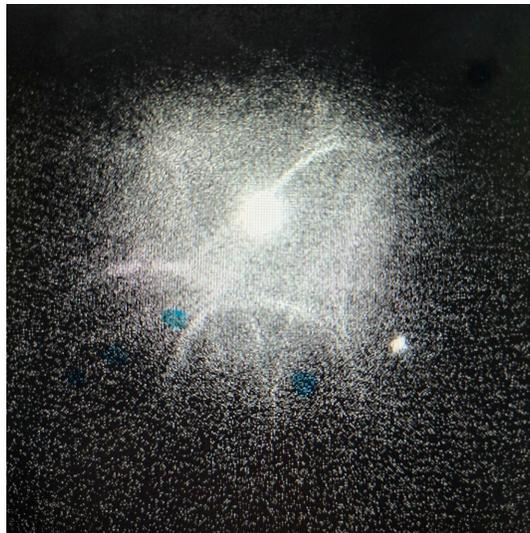

Figura 9.
- **18 julio** - Por la noche, el observador reportó que la cortina se quedó a medio camino y la interfaz de Open All se quedó desplegando el mismo mensaje. Con apoyo de F. Valenzuela se abrió manualmente la cortina. Apagué la consola y reinicié la interfaz de Open All. Después buscamos el cenit porque la estrella brillante no cayó dentro del campo del buscador. El "find cenit" funcionó bien. Después, al apuntar a una estrella brillante, noté que la estrella brillante presentaba condensación (Figura 9). Con apoyo de F. Valenzuela y J. Ochoa sacamos la rueda de filtro y sopleteamos la ventana del CCD. Fue necesario hacerlo un par de veces. Dejamos al observador obteniendo datos.